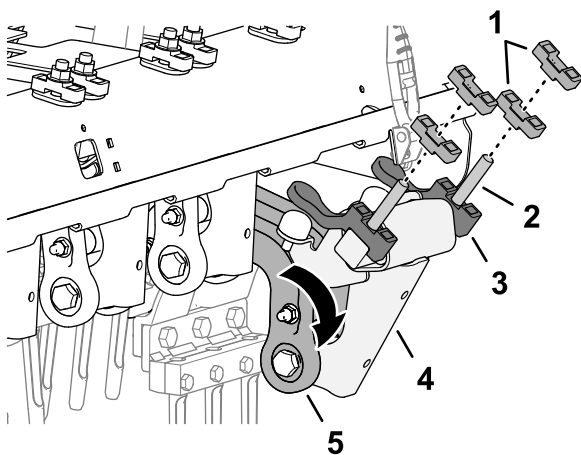

図 122
3. ダンパのリンクとダンパのシャフトを下向きに回転させる 図 122。